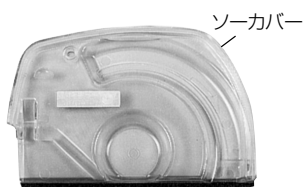

図 14
- (ロ) 乾いた布などでソーカバーの内側をよくふいて切りくずを取除きます。(図 14)
(2) 排出口に切りくずが詰まった場合の取除き方